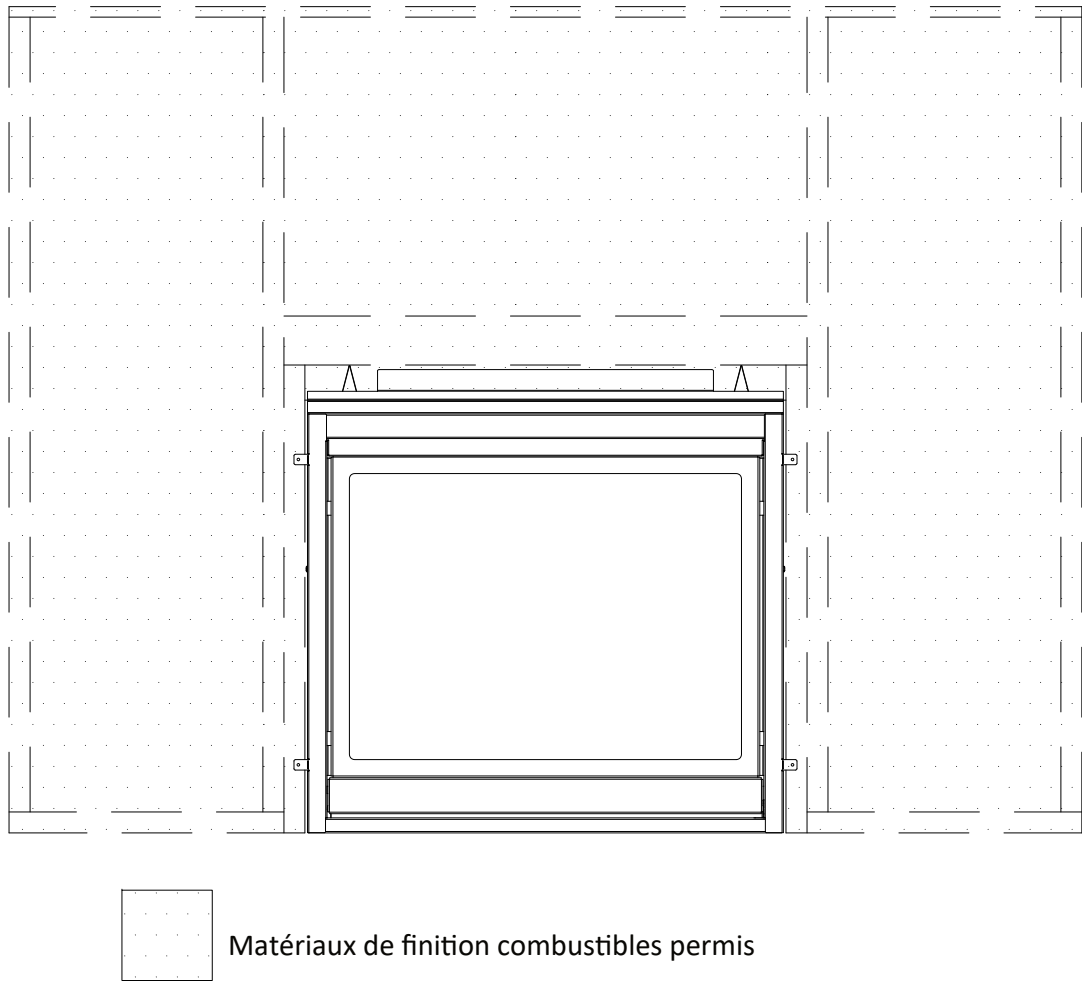
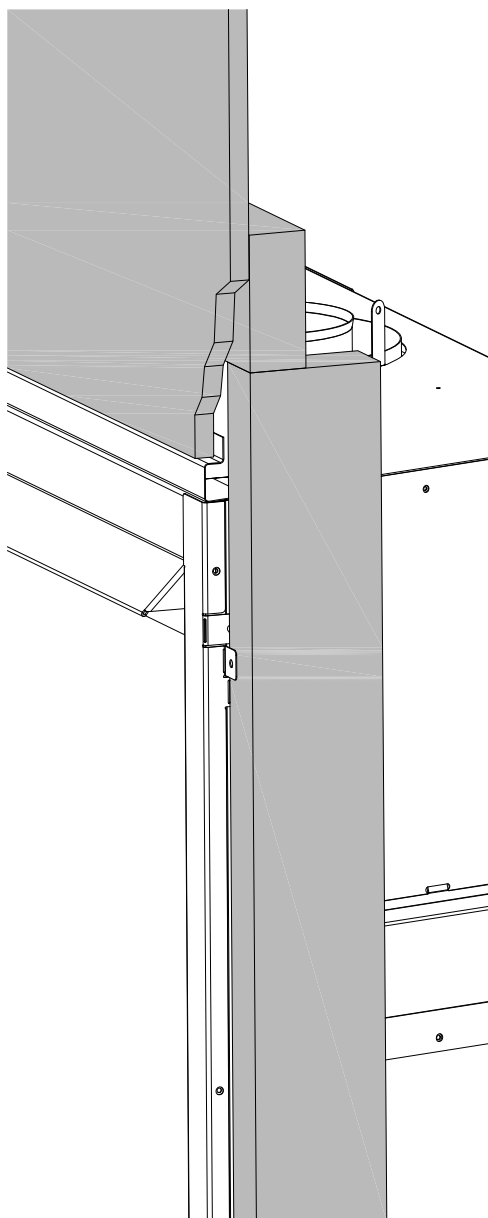

Figure 4.2 - Matériaux de finition combustibles
Figure 4.3 - Matériaux de finition combustibles
**Note :** La Figure 4.2 ci-dessous montre où les matériaux de finition combustibles sont permis. Les matériaux de finition combustibles sont permis jusqu'aux bords latéraux et supérieur de l'appareil. La vue de profil (à angle) de la Figure 4.3 montre le panneau de finition combustible appuyé sur la bordure de dégagement supérieure.
Note : La Figure 4.3 montre les matériaux de façade affleurant à la face avant de l'appareil.